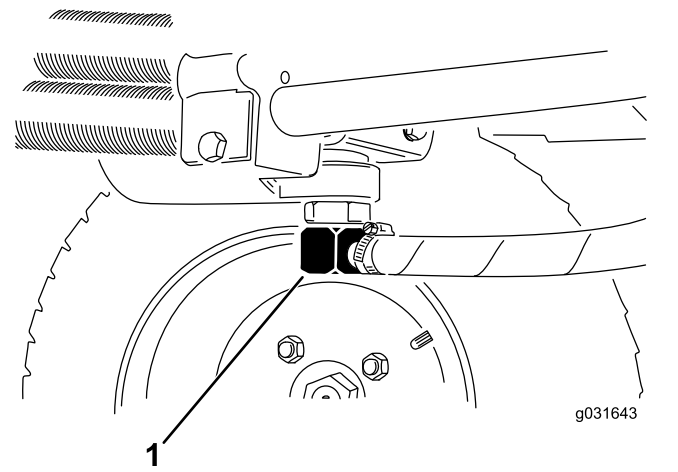
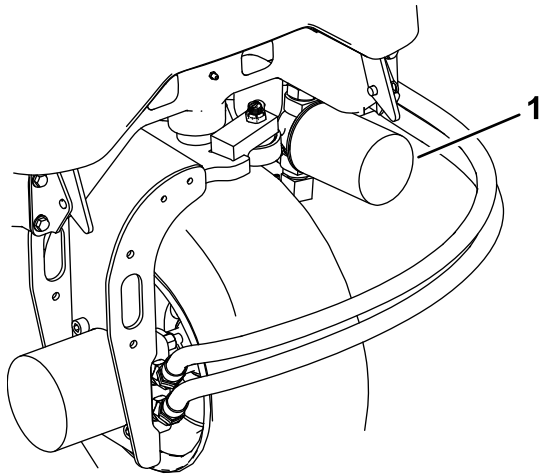

Figura 66
Figura 68
2. Deconectai conducta hidraulică sau scoateți filtrul hidraulic și lăsați fluidul hidraulic să curgă într-o tavă de scurgere (Figura 68 și Figura 66).
3. Instalați conducta hidraulică atunci când lichidul hidraulic încetează să se scurgă (Figura 66).
3. Curățăm zona de montare a filtrului, așezăm o tavă de scurgere sub filtru și scoțăm filtrul (Figura 68).